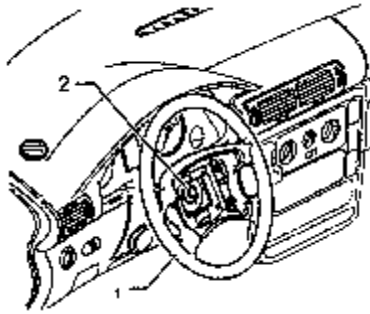

图 11-19 拆卸方向盘
(1) 组合仪表的拆卸
①拆卸驾驶员侧的安全气囊装置。如图 11-19 所示,拧开六角螺栓(60N·m) 2 (每次拆卸后更换)。把方向盘 1 放在中间位置上(车轮放正)。从转向柱中拔出方向盘。